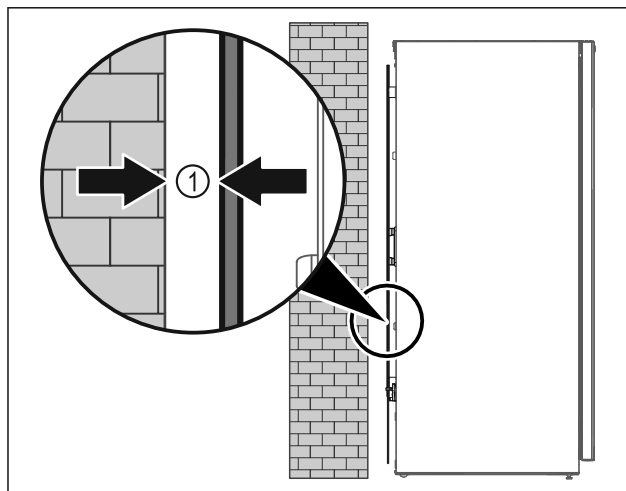

Fig. 10
- Állítsa fel a készüléket szabadon a helyiségben, vagy közvetlenül a fal mellé legalább 5 mm *Fig. 10 (1)* minimális távolságban.